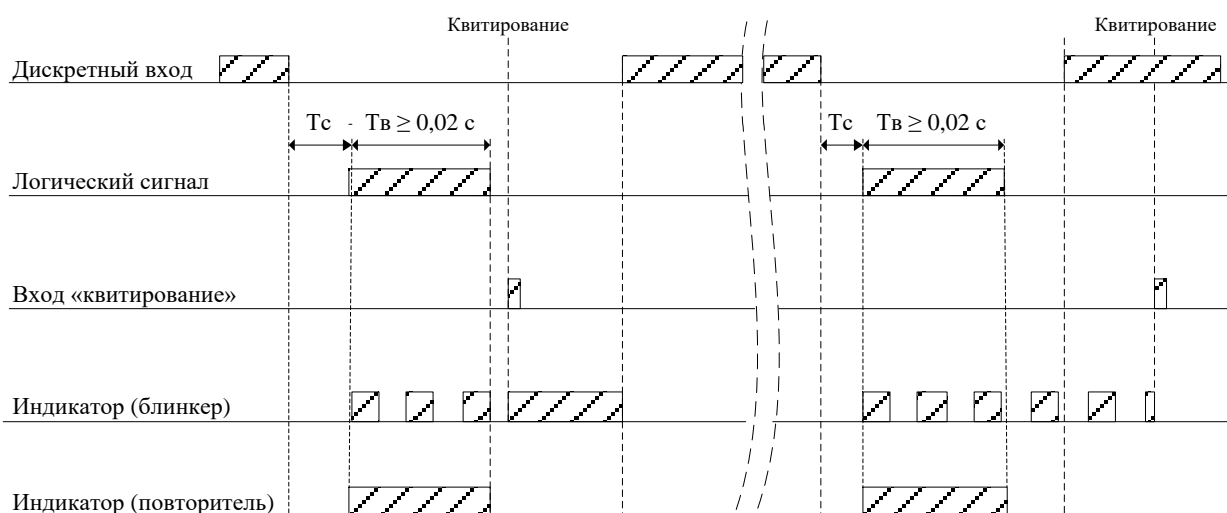

Рисунок 1.9 – Тип сигнала «СПАД» и его квотирование
- импульсный с фиксацией на спаде импульса «СПАД» (рисунок 1.9);